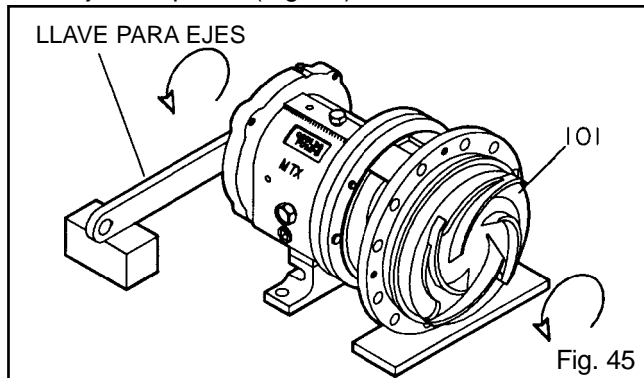

Fig. 45
1. Deslice la llave para ejes Goulds (A05107A o A01676A) sobre el eje (122) y la chaveta.
3. Gire rápidamente el impulsor en sentido contrahorario (visto desde el extremo del impulsor del eje) golpeando la manija de la llave sobre el banco de trabajo o un bloque sólido hasta que se afloje el impulsor (Fig. 45).
3. Deslice la llave para ejes Goulds (A05107A) sobre el eje (122) y la chaveta.
5. Gire rápidamente el impulsor en sentido contrahorario (visto desde el extremo del impulsor del eje) golpeando la manija de la llave sobre el banco de trabajo o un bloque sólido hasta que se afloje el impulsor (Fig. 45).